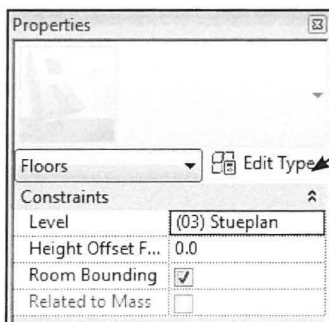

Fig. 07.05. Edit Type i Properties.
- Den vælges i *Properties*, ved at klikke på *Edit Type* (Fig. 07.05).